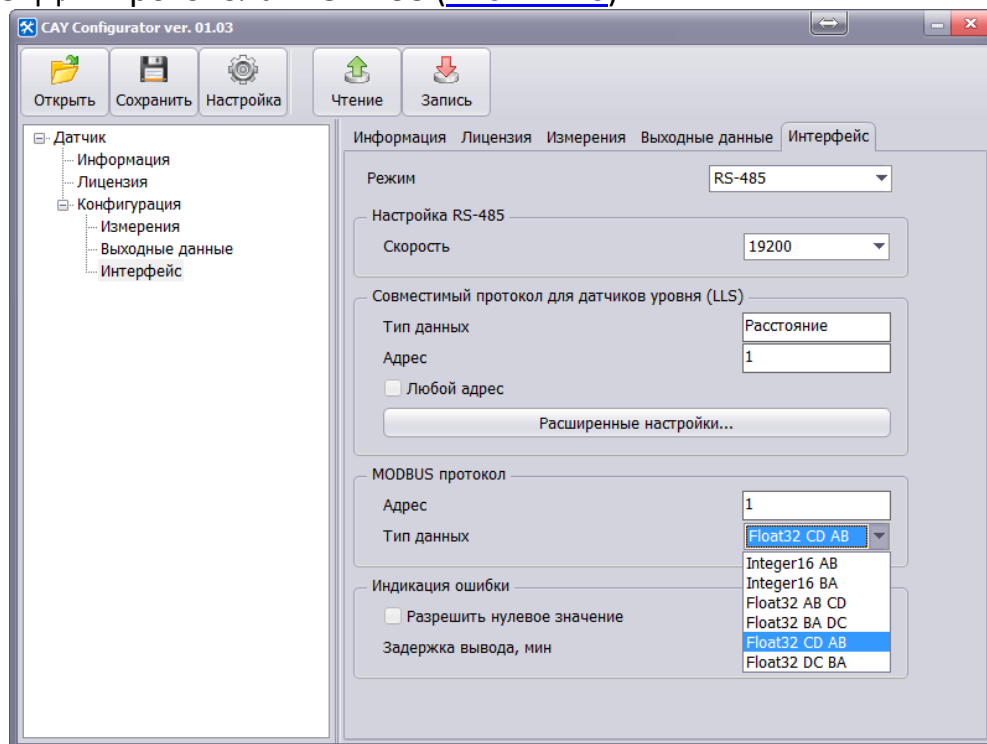

Рис. A2.10. Настройка формата значений в регистрах MODBUS
7.1.3. Для Протокола MODBUS (Рис. A2.10)